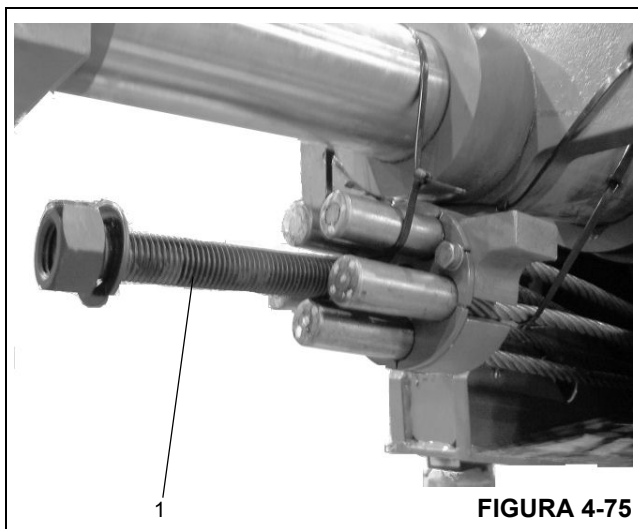

FIGURA 4-75
25. Verifique se o parafuso longo de instalação dos cabos (Figura 4-75, 1) está instalado no conjunto de pontos de fixação dos cabos de extensão.